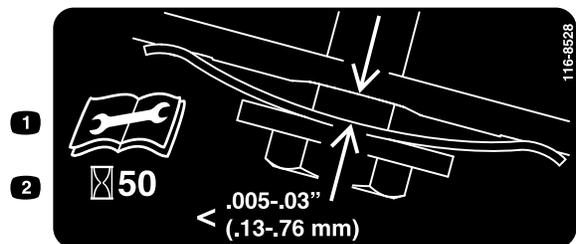

Figure 33
- Placez une jauge d'épaisseur réglée entre 0,13 et 0,76 mm contre la paroi, et faites-la glisser vers le bas derrière le ressort de tension de la courroie ; voir Figure 33.